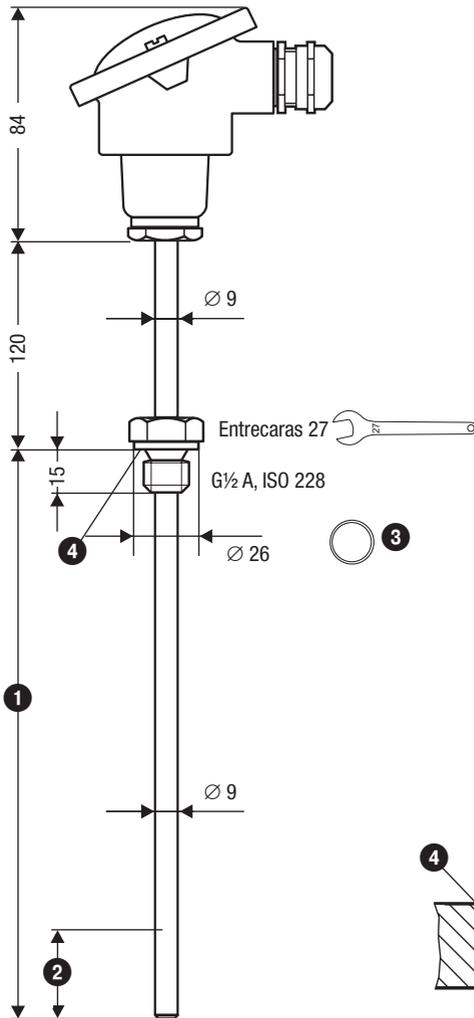

Fig. 2
- Instale la sonda térmica de forma que la parte sensible a la temperatura 2, 6 se sumerja de forma continua en el medio. **Fig.2 y Fig.4**